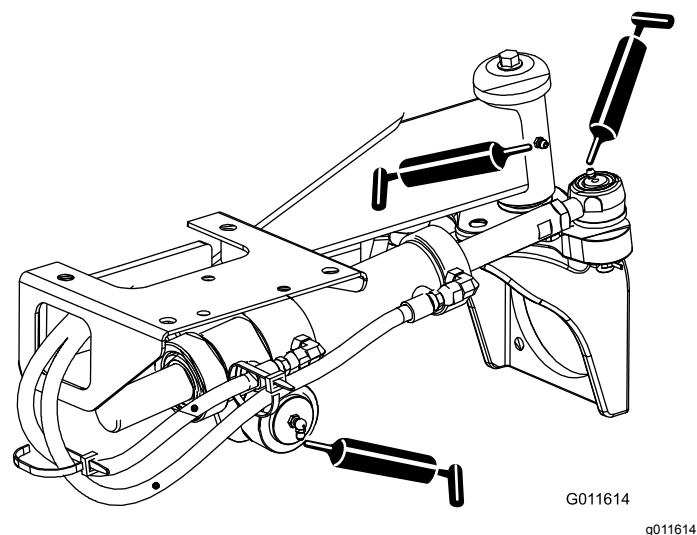

Figure 53
- Rotules de vérin de direction (2) et essieu arrière (1) (Figure 53)